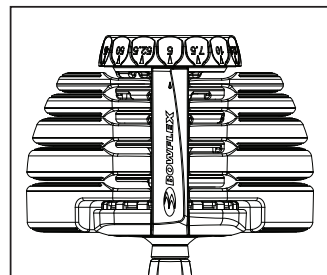

图 1
3. 每个调节旋钮支持 5 至 52.5 lbs (2.27 至 23.9 kg) 的重量调节。要正确选择所需重量（例如 20 lbs / 9 kg），请同时旋转两个调节旋钮，使数字“20”与 BowFlex 名牌外侧边缘的箭头标识对齐（图 1）。